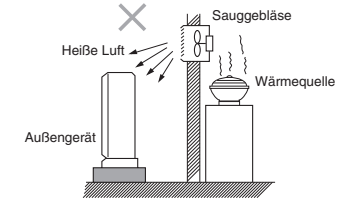

Abb. 2-1
- Wärmequellen, Sauggebläse, etc. (Abb. 2-1)